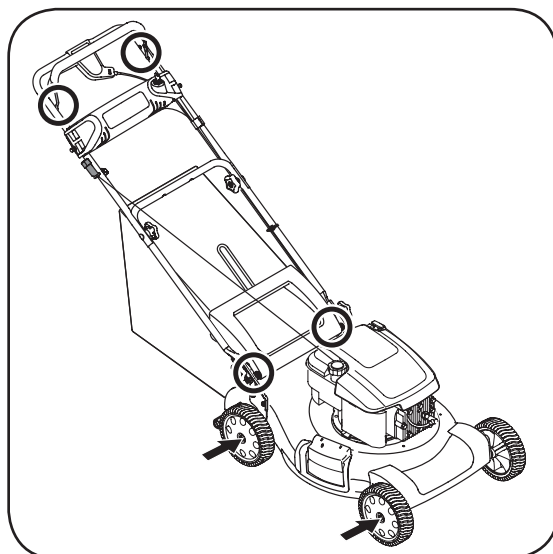

Figura 5-1: Áreas de lubricación en la podadora.
1. Lubrique con aceite ligero los puntos de pivote del control de la cuchilla al menos una vez cada estación. El control de la cuchilla debe funcionar libremente en ambas direcciones, Figura 5-1.